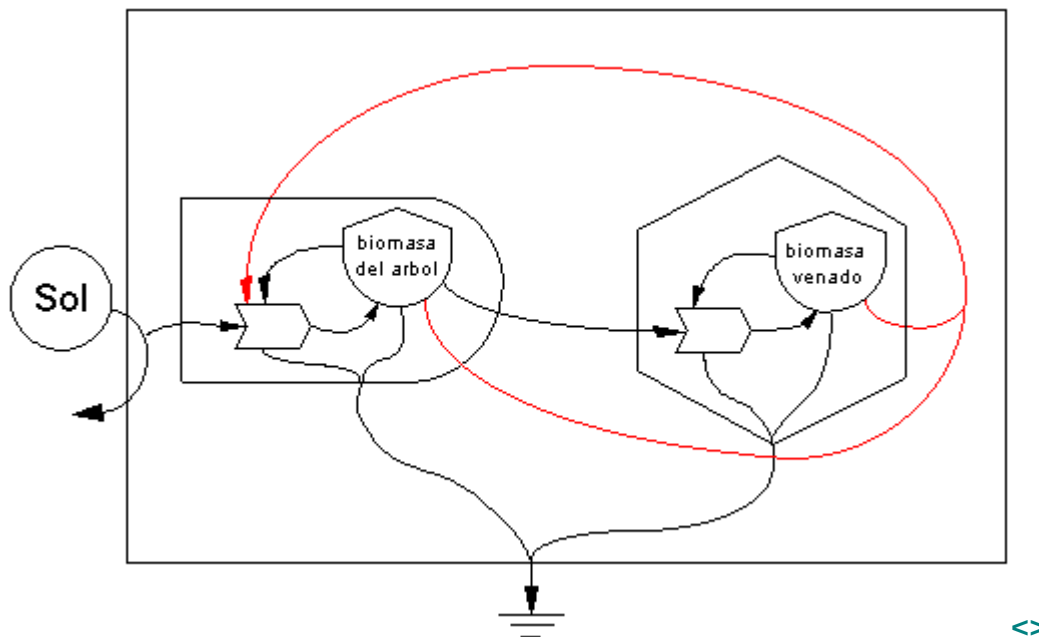

Figura 1.7 Ecosistema forestal diseñado con los símbolos.
Las partes de la floresta expuestas en las figuras anteriores pueden ser integradas para mostrar un sistema forestal completo de forma simple, como se muestra en la Figura 1.7. La caja diseñada al rededor de los símbolos marca los limites del sistema. Solamente los símbolos de la fuente de energía y el sumidero de calor son diseñados fuera de los limites, esto debido a que la primera es abastecida por una fuente externa al sistema, y en el sumidero de calor la energía es dispersada del sistema y no puede ser reutilizada.
2. Use la Figura 1.7 para explicar el ecosistema forestal
6. Dibuje nuevamente la Figura 1.7.